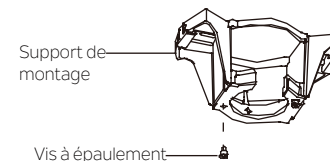

Fig. 6
Étape 2 : Retirez l'une des deux vis à épaulement du support de montage et conservez-la pour une utilisation ultérieure. Desserrer la deuxième vis à épaulement sans la retirer complètement. (Fig. 6)